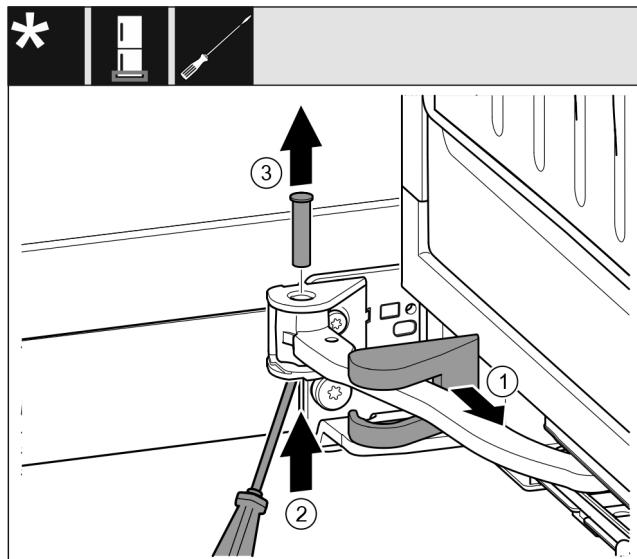

Fig. 15
- Noņemiet gultņa balsta pārsegu un bīdiet gar šarnīru. Fig. 15 (1)
- Paceliet no apakšas tapu ar pirkstu vai skrūvgriezi. Fig. 15 (2)
- Ievietojet skrūvgriezi zem tapas galvas un izvelciet. Fig. 15 (3)